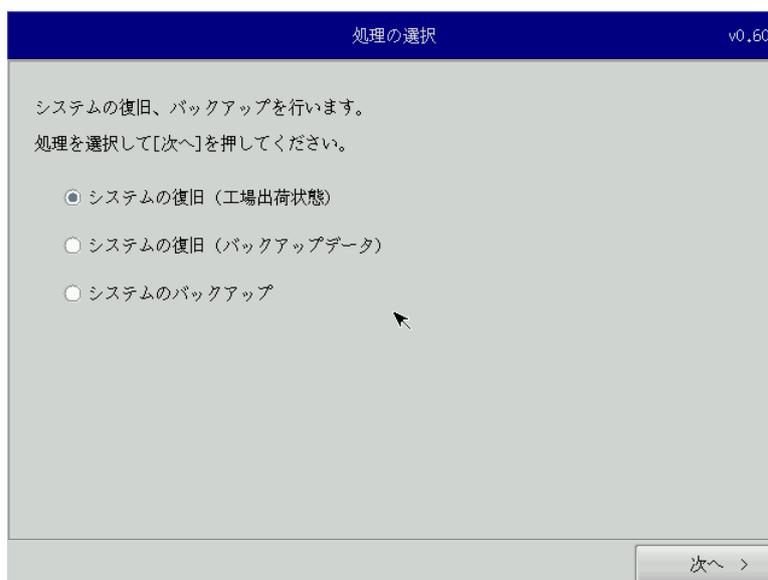

図 7-1-1. リカバリメイン画面
リカバリ DVD で起動させるには、USB 接続の DVD ドライブが必要です。DVD ドライブにリカバリ DVD を入れて DVD ドライブを USB で AM シリーズ本体に接続します。AM シリーズ本体の電源を入れ DVD で起動させます。正常に起動すると図 7-1-1 のリカバリメイン画面が表示されます。
- ① LAN ケーブルが接続されている場合は、LAN ケーブルを取り外してください。
- ② USB メモリ、SD カードなどのストレージメディアが接続されている場合は、ストレージメディアを取り外してください。
- ③ 「7-1 リカバリ DVD の起動」を参考にリカバリ DVD を起動させます。
- ④ リカバリメイン画面（図 7-1-1）で[システムの復旧（工場出荷状態）]を選択し、[次へ]ボタンを押します。
- ① リカバリメイン画面（図7-1-1）で[システムのバックアップ]を選択し、[次へ]ボタンを押します。
- ① リカバリメイン画面（図 7-1-1）で[システムの復旧（バックアップデータ）]を選択し、[次へ]ボタンを押します。